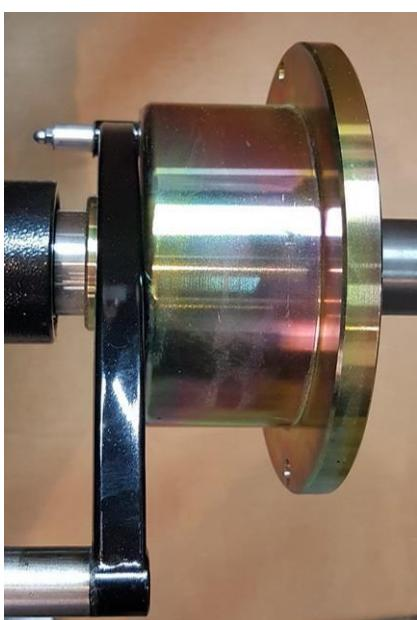

Рис. 19.1.
19.1.1. Калибровка тракта измерения дистанции. Для оценки погрешности устройства ввода дистанции выдвиньте штангу ввода параметров и уприте внешнюю боковую сторону её рукоятки в задний торец фланца вала, как показано на (рис. 19.1). При этом на экране ввода геометрических параметров (см. рис.10.2) появится величина дистанции. Если величина дистанции не равна  $185 \pm 5$  мм, то устройство ввода дистанции требует калибровки.
задний торец фланца вала, как показано на (рис. 19.1) и нажмите кнопку «ENTER». В окне КАЛИБРОВКА ДИСТАНЦИИ выделится второй пункт: «2. Вставьте ручку дистанции в нижнее отверстие, нажмите кнопку «ENTER»